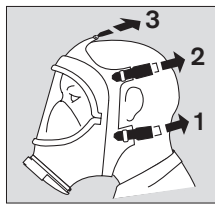
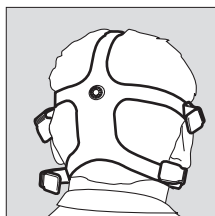

Fig. 4
Fig. 5
- Serrez les deux brides serre-tête (Fig. 4, étape 1), puis les brides temporales (Fig. 4, étape 2) de manière homogène vers l'arrière de la tête en vous assurant que le centre du harnais reste positionné au milieu de la tête (Fig. 5).
- Serrez la bride frontale (Fig. 4, étape 3) uniquement si cela est nécessaire. Respirez normalement.